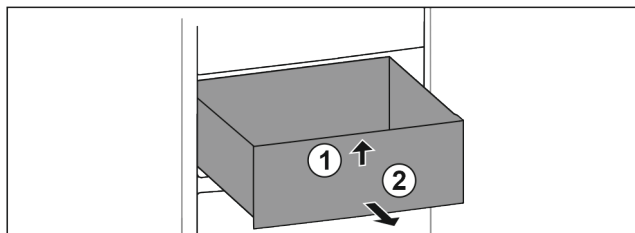

Fig. 23
- Vpředu nadzvedněte Fig. 23 (1).
- Odeberte směrem dopředu Fig. 23 (2).